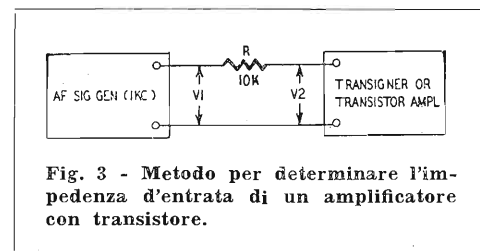

Fig. 3 - Metodo per determinare l'impedenza d'entrata di un amplificatore con transistor.
Qualcuno si chiederà con quale procedimento sia possibile misurare l'impedenza d'entrata di un amplificatore transistor. Si potrà ricorrere al dispositivo indicato in fig. 3. Si collegherà fra l'uscita di un generatore di BF ed il transigner (o lo stadio amplificatore sul quale si vuole effettuare la misura) una resistenza da 10.000 Ω (R) e si misureranno le tensioni V1 e V2 mediante un voltmetro elettronico.